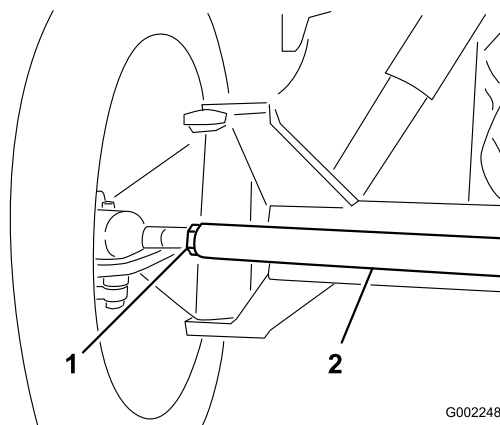

Figure 87
3. Si les mesures sont hors spécifications, desserrez les écrous de blocage aux deux extrémités de la biellette (Figure 87).